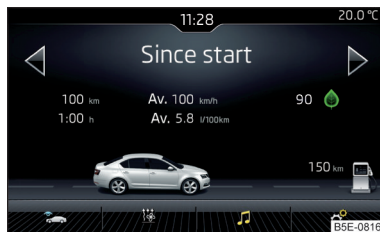

Abb. 236
- Die Taste/das Sensorfeld  →  antippen, es wird das Hauptmenü mit den folgenden Funktionsflächen angezeigt » Abb. 236.